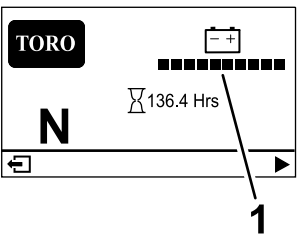

Figura 25
- **Pantalla principal de información (Figura 25):** muestra información actual de la máquina con la llave en la posición de CONECTADO.